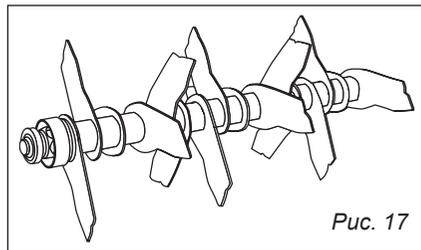

Рис. 17
10.1. Скарификатор/вертикуттер (вертикальные лезвия), рис. 17